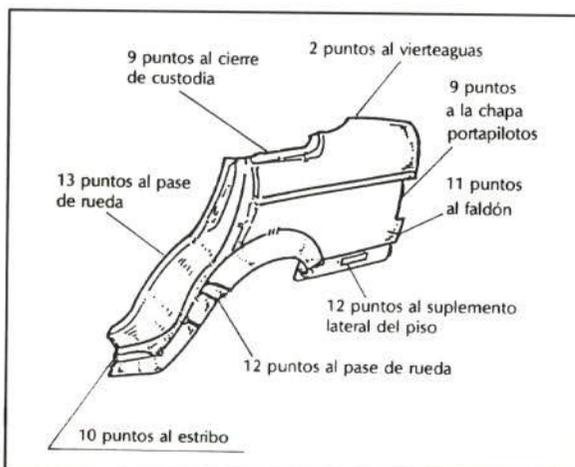

FIGURA 5.—Unión de la aleta trasera.
- Para sustituir la aleta es necesario descoser los montantes de techo, ya que las pestañas de unión van por debajo de éstos. La unión de la aleta trasera a la carrocería se detalla en la figura 5.